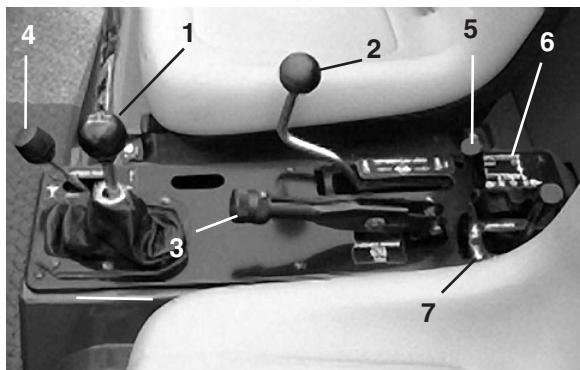

Bild 22
**Schalthebel** (Bild 22)—Drücken Sie das Kupplungspedal ganz nach unten und legen Sie den gewünschten Gang ein. Eine Tabelle des Schaltschemas finden Sie unten.
**Differentialsperre** (Bild 22)—Mit dieser Sperre können Sie die Hinterachse für einen besseren Antrieb sperren. Sie können die Differentialsperre aktivieren, wenn das Fahrzeug in Bewegung ist. Schieben Sie den Hebel nach vorne und rechts, um die Sperre zu aktivieren.
**Feststellbremse** (Bild 22)—Aktivieren Sie die Bremse immer, wenn der Motor abgestellt wird, um einem versehentlichen Bewegen der Maschine vorzubeugen. Ziehen Sie zum Aktivieren der Feststellbremse den Hebel zurück. Schieben Sie zum Lösen der Bremse den Hebel nach vorne. Lösen Sie die Feststellbremse bevor Sie das Fahrzeug bewegen. Aktivieren Sie auf jeden Fall die Feststellbremse, wenn Sie das Fahrzeug an einem steilen Hang abstellen. Legen Sie den ersten Gang ein, wenn das Fahrzeug am Hang steht. Legen Sie den Rückwärtsgang ein, wenn das Fahrzeug an einem Gefälle steht. Legen Sie an der Hang abgewandten Seite Blöcke unter die Räder.
**Hydraulikhub** (Bild 22)—Hebt die Ladepritsche an und senkt sie ab. Schieben Sie den Hebel nach hinten, um die Ladepritsche anzuheben. Schieben Sie den Hebel nach vorne, um die Ladepritsche abzulassen.
**Hydraulikhubsperre** (Bild 22)—Sperre für den Hubhebel, damit die hydraulischen Zylinder nicht bewegt werden können, wenn das Fahrzeug nicht mit einer Ladepritsche ausgerüstet ist.
**Hydraulischer Fernbedienungshebel** (Bild 22)—Der Hebel steuert den Hydraulikfluss zur optionalen hinteren Schnellkupplung.
**Geschwindigkeitsbereichs-Wählhebel** (Bild 22)—Drei zusätzliche Geschwindigkeiten für genaue Fahrzeugkontrolle.